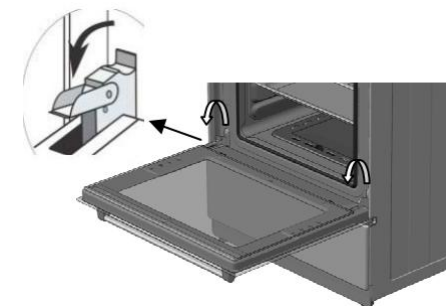

Рисунок 12 – Схема демонтажа дверцы духовки
– поднимите и поверните до упора рычаги, расположенные на двух шарнирах (см. рисунок 12);